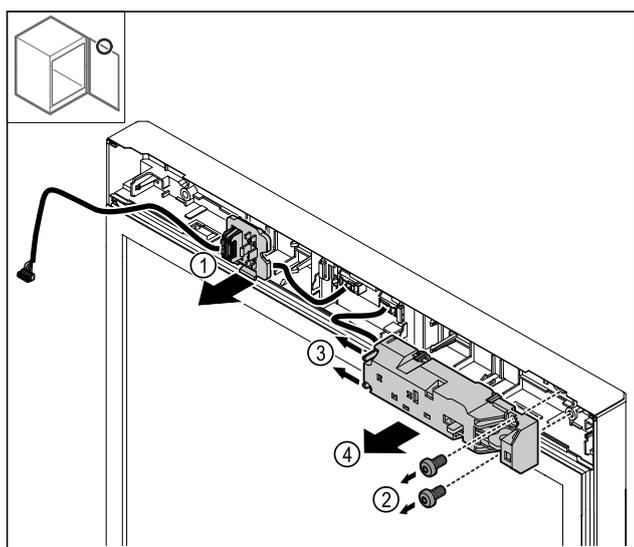

Fig. 28
- Déclipser le support de connecteur Fig. 28 (1).
- Retirer les vis Fig. 28 (2).
- Pousser les ergots Fig. 28 (3) sur le côté et retirer le verrou électrique Fig. 28 (4).